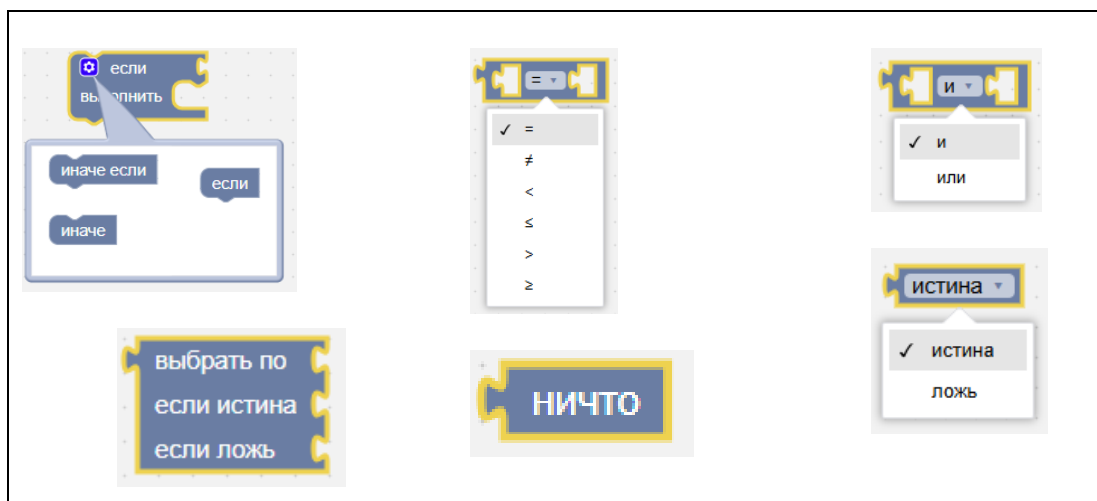

Рисунок 54 – Блоки «Логика»
1. «Логика» – условия, сравнения (см. Рисунок 54).